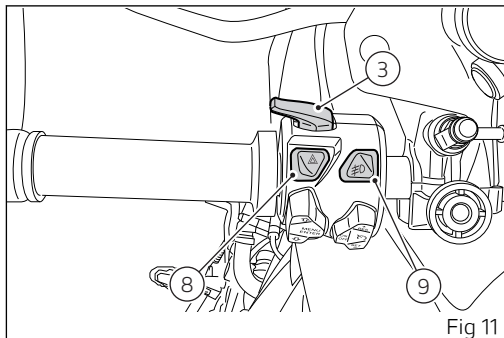

Fig 11
3) HIGH-BEAM/FLASH BUTTON (FLASH) (Fig 11)